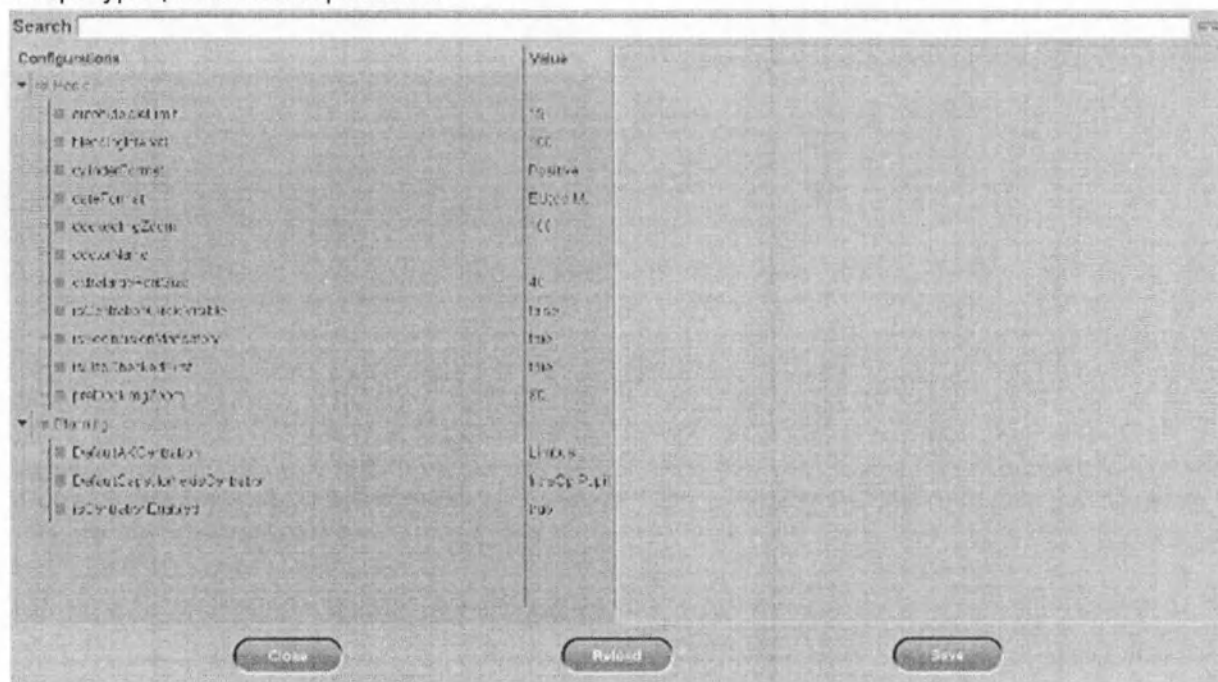

Рисунок 11. Панель «Расширенные настройки»
его можно выбрать из перечня, как показано на рис. 11. Переключение языка начнет действовать после перезагрузки изделия.
- Отредактируйте параметр, выбрав наиболее подходящую настройку или значение из вариантов справа (Рисунок 11), или введите значение или последовательность символов в соответствующее поле.